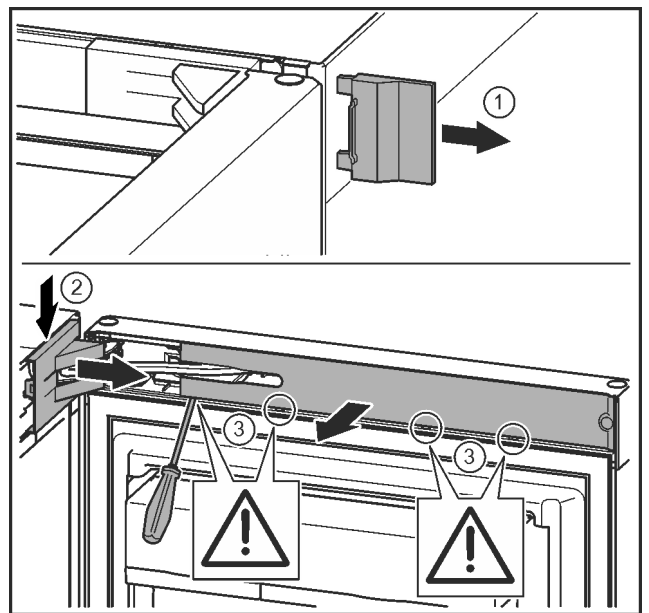

Fig. 9
► Зніміть зовнішню кришку. Fig. 9 (1)
► Звільніть і ослабте кришку опорного кронштейна. Зніміть кришку опорного кронштейна. Fig. 9 (2)
- ▶ За допомогою шліцевої викрутки звільніть від фіксатора та поверніть убік накладку. *Fig. 9 (3)*